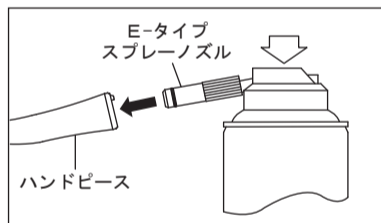

図6
- 2) E-タイププレーノズルをハンドピース後部へ挿し込み、ハンドピースを押さえて、ハンドピース先端よりオイルが出るまで2~3秒スプレーします。注油は先端から異物等の汚れが出なくなるまで繰り返し行います(図6)。
- 3) 最後に、パナスプレープラス(図6)または弊社製自動注油システムによる注油を行います。